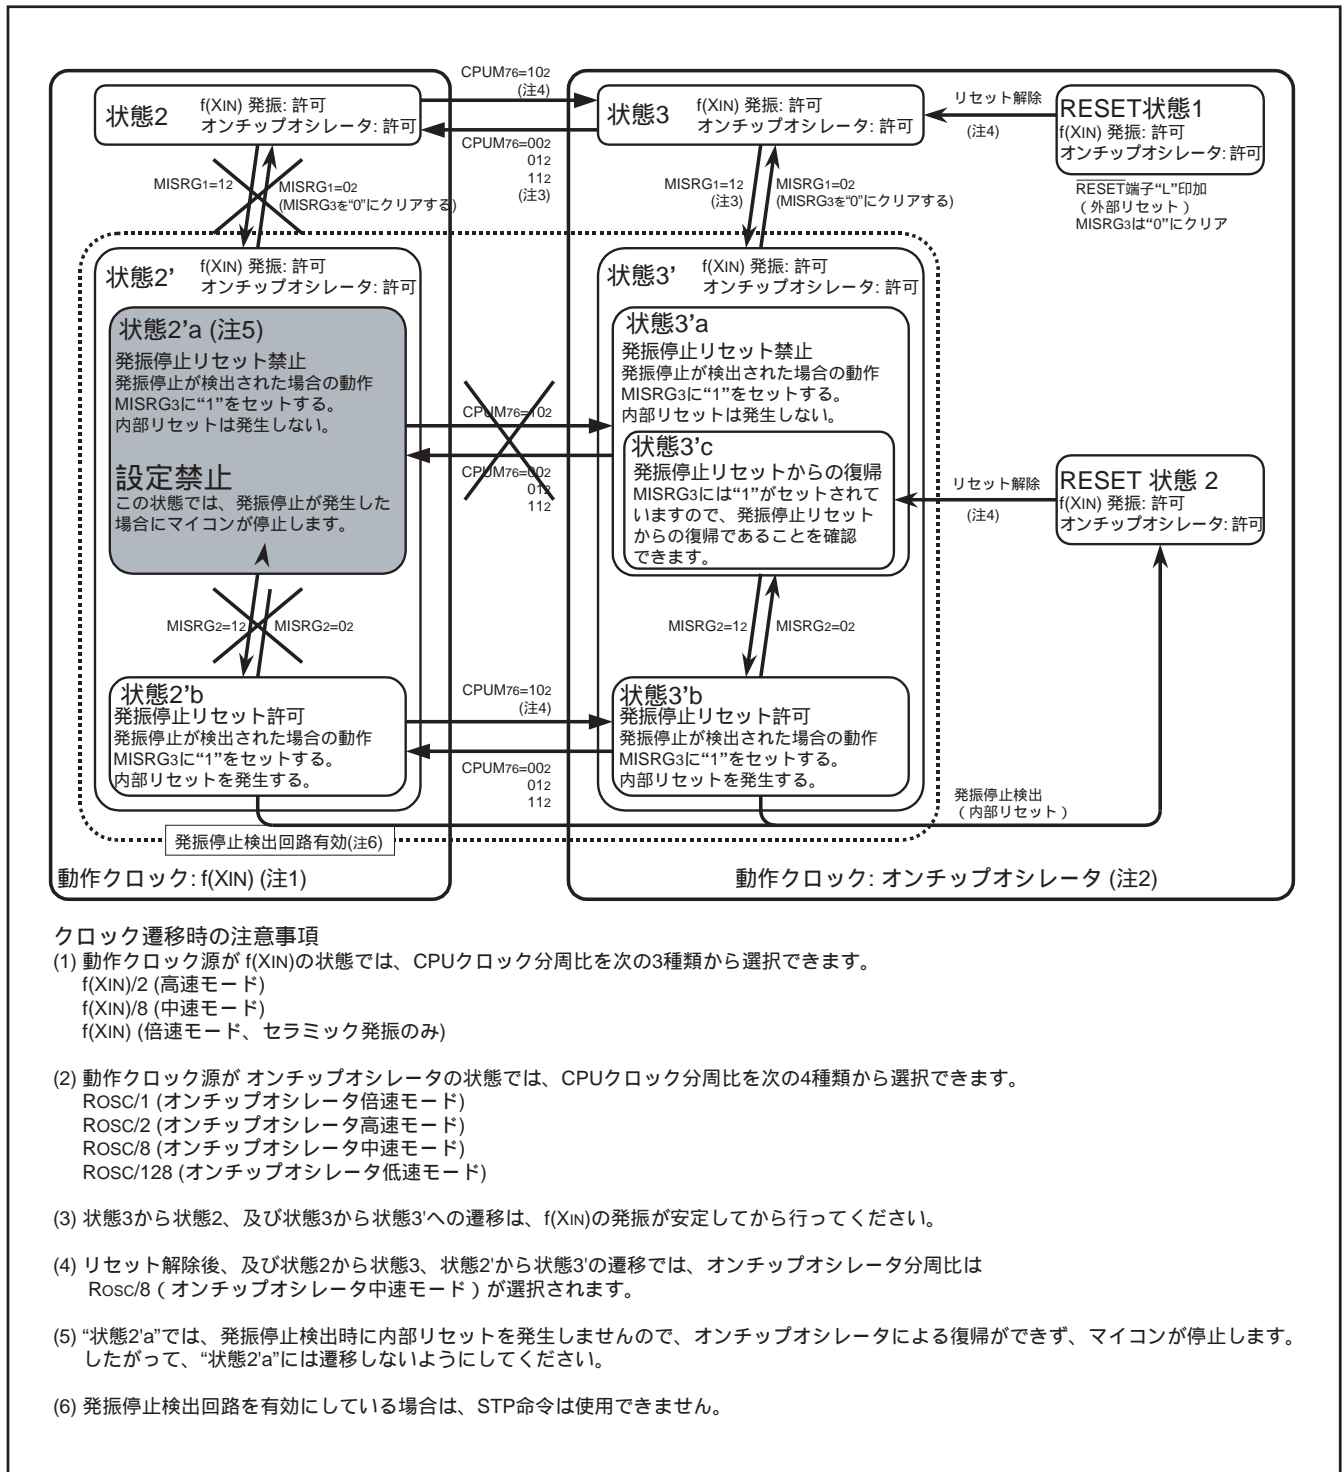

図 80 . 発振停止検出回路の状態遷移
1. 図80：発振停止検出回路の状態遷移図」に記載の「状態2'a」では、XINの発振が停止した場合でもリセットが発生せず、マイコンが停止しますので、「状態2'a」への遷移は行わないでください。